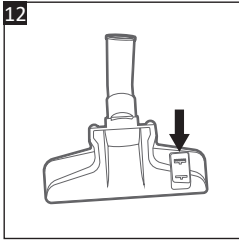

Рис. 12
Щітку для підлоги (18) можна відрегулювати відповідно до типу підлоги (рис. 12).
- Натисніть  на перемикачі щітки для підлоги (17), щоб витягти ворсинки для прибирання твердих підлог, які не піддаються подряпинам.
- Натисніть  на перемикачі на щітці для підлоги (17), щоб прибрати ворсинки для прибирання килимів, килимків або твердих поверхонь.